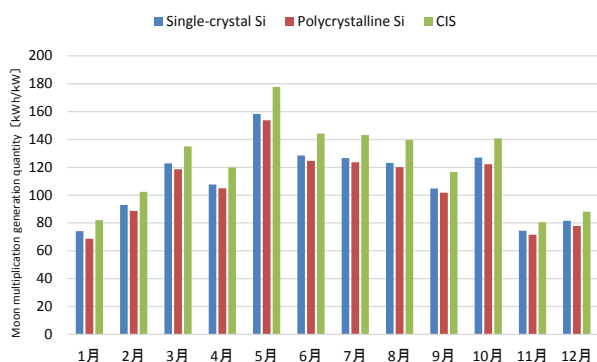

Figure 4. Moon multiplication generation quantity per unit output
測定した三種類の太陽電池モジュールの定格出力 (Pm) あたりの発電量を図 4 と表 5 に示す。計算は (2) 式を用いた。